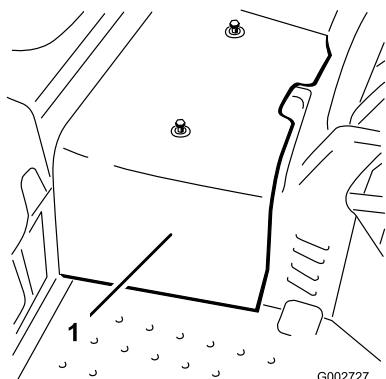

Figura 39
2. Togliete le due viti che fissano la protezione centrale alla macchina, e togliete la protezione (Figura 39).